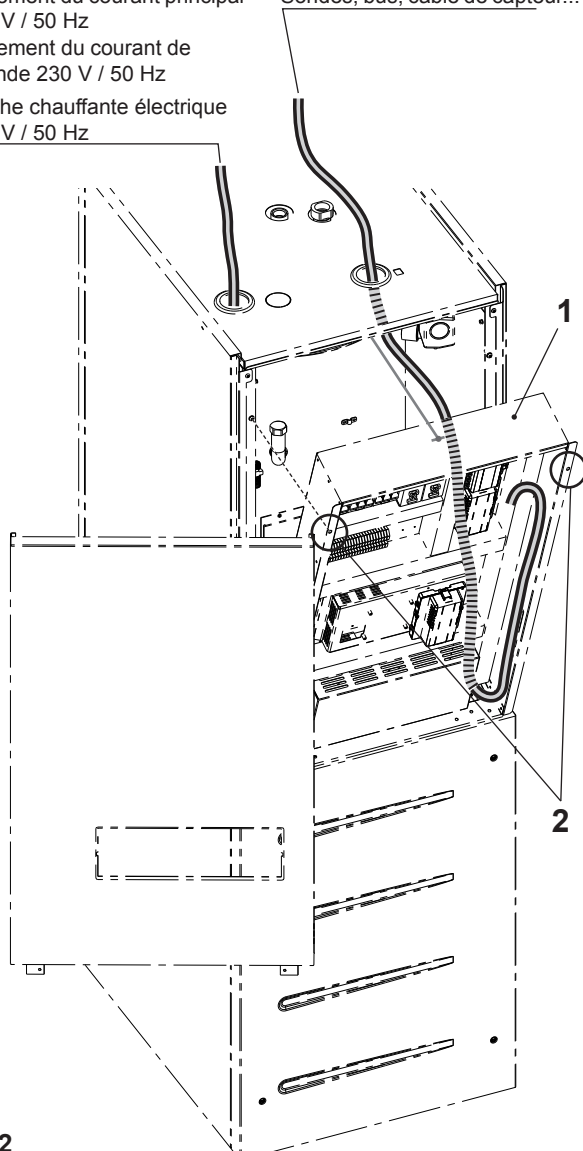

Fig. 32
2. Rabattre le tableau électrique (1, Fig. 32) vers l'avant - Retirez ce faisant les vis de fixation (2). Ensuite, le tableau électrique peut être rabattu vers l'avant pour poser les câbles comme l'indique Fig. 32.